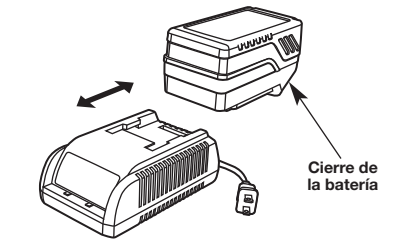

Fig. 7
3. Inserte la batería en el cargador (Fig. 7).
5. La batería puede sacarse o guardarse en el cargador una vez que esté totalmente cargada; no obstante, se recomienda desconectar el enchufe del cargador del tomacorriente / receptáculo de la pared. Para sacar la batería, sujete el pestillo de la batería y saque la batería del cargador deslizando (Fig. 7).